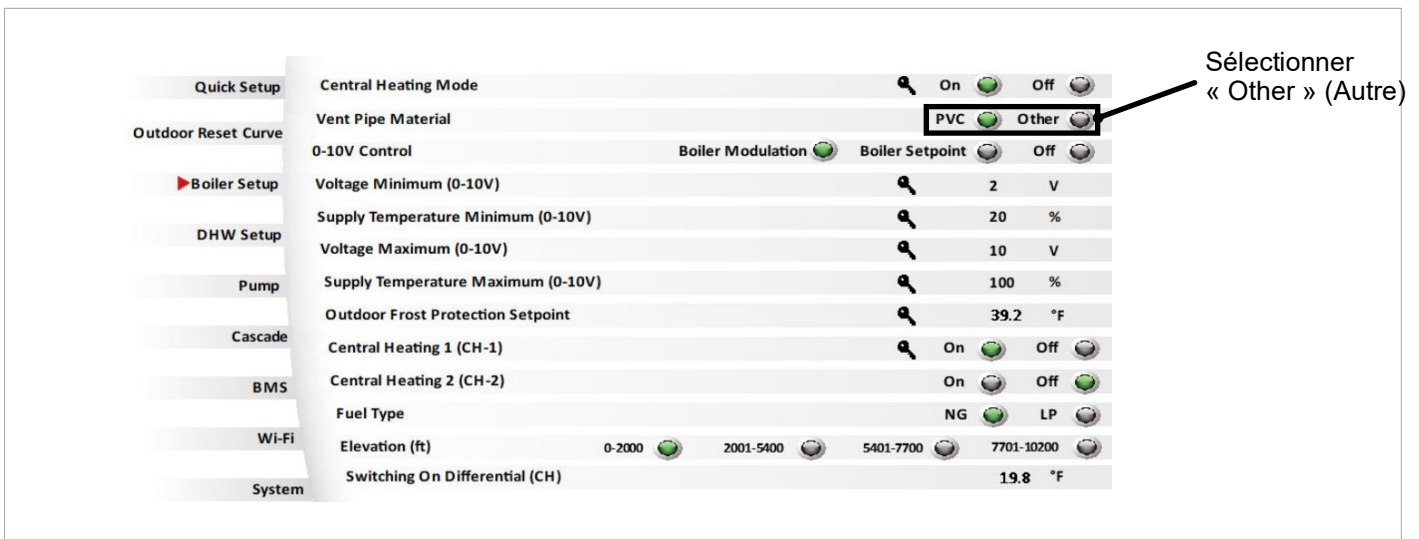

Figure 2
3. Régler le paramètre Vent Pipe Material (Matériau du circuit d'évacuation) de PVC à Other (Autre) pour que la température des gaz brûlés puisse être plus élevée (figure 2).